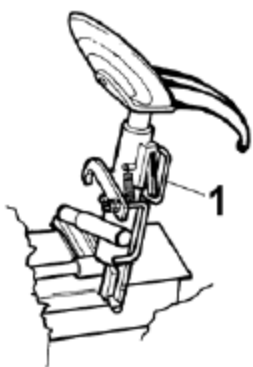

Рис.13
8. Для поворота инструмента монтажа отпустите рычаг (поз.1 Рис.13).